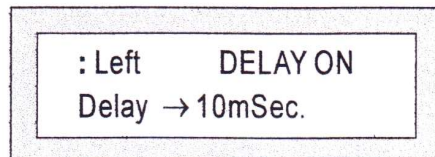

рис. 3
1. Нажмите кнопку задержки снова, затем нажмите "-" "+" кнопки, чтобы выбрать желаемое время задержки как рис. 3.